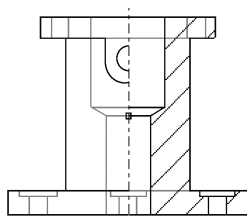

图 10-148 完成剖面设置
(15) 在对话框单击【应用】按钮，图形区如图 10-148 所示。
(16) 在【绘图视图】对话框中的【类别】列表中选择【视图显示】选项，在其右侧的